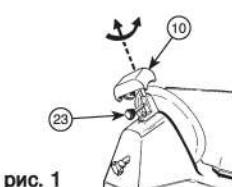

рис. 1
- Убедитесь в том, что подвижная (2) перегородка закрыта (ручка (6) в положении "0").
- 3° - Ослабьте фиксирующую ручку (23) группы затачивания (10).
- Поднимите группу затачивания, поворачивая ее 180° тка, чтобы оба колеса оказались в рабочем положении. См. рис. 1.
- Опустите группу затачивания до замыкания (10).
- Застрахуйте группу, повернув замыкающую ручку (23).
- Включите машину (5).
- Нажмите кнопку (26), чтобы лезвие вращалось примерно 1 минуту. После остановки лезвия проверьте, чтобы на кромке не было заусенцев.
- После проверки заусенцев включите машину и осторожно нажмите кнопку (27) примерно на 3 секунды для удаления образовавшихся при затачивании заусенцев.
- Убедитесь в том, что подвижная (2) перегордка закрыта (ручка (6) в положении "0").
- Установить подвижную часть (2) на максимальном расстоянии от лезвия (3) вращая ручку со шкалой (6).
- Установить точильное устройство (10) на подвижную стенку (2), как показано на рис. 1, блокируя его с помощью круглой ручки (23).
- Нажать на кнопку пуска двигателя (5), чтобы включить автоматическую заточку; при необходимости поворачивать ручку со шкалой (6) до тех пор, пока точильный круг не начнет вращаться вместе с лезвием.
- Затачивать лезвие автоматически около минуты, затем нажать на кнопку прижатия прижимного круга (27) на две-три секунды; выключить двигатель, одновременно отпуская кнопку.
- После заточки снять затачивающее устройство (10) с подвижной части (2) и вставить его на место.